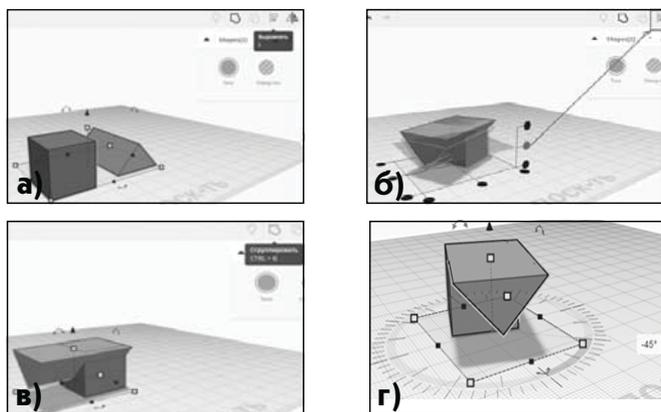

Рис. 22. Этапы применения команды:
2) выбрать обе фигуры и нажать на иконку **Выровнять**, либо клавишу **L** (рис. 22, а). После нажатия под объектами появится черная сетка с кругами. Наводя курсор на круги, появится превью выравнивания по осям X, Y, Z (рис. 22, б). Для выравнивания нажать на черный круг — он становится серым, видно, по каким осям уже произошло выравнивание фигуры (рис. 22 в, г);